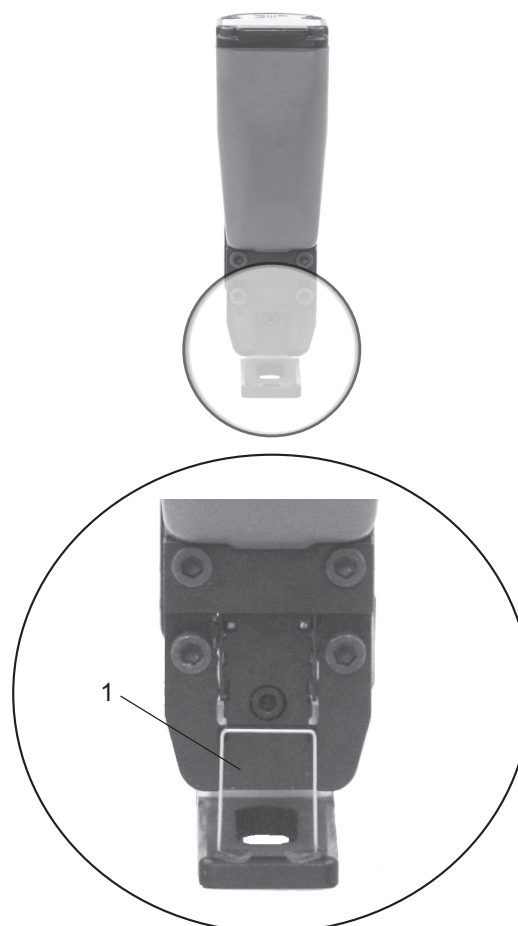

Fig. 11
- Disposez une agrafe dans l'enclume (Fig. 11/1).